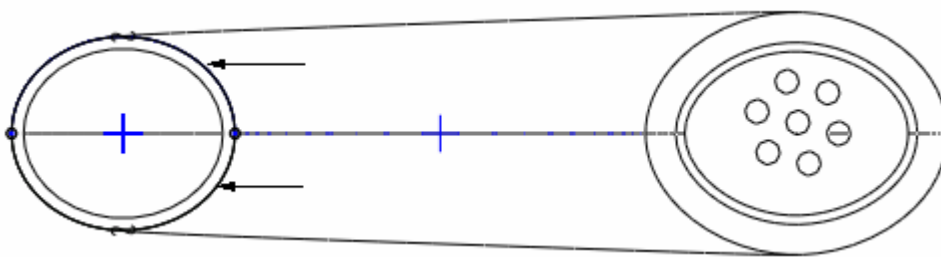

图 61-28
(2) 单击按钮 ，打开【剖面】对话框，选择模型的小椭圆端面为草绘平面。
(3) 在草绘环境中使用“通过边创建图元”工具 ，选中小椭圆外侧边线，如图 61-28 所示。